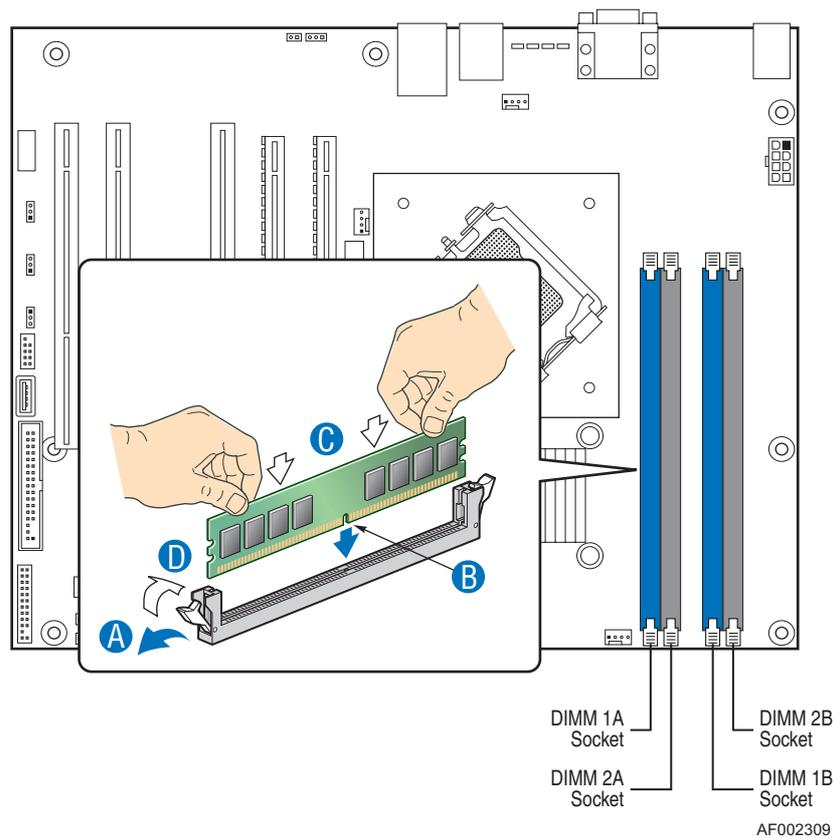

Figure 143: Extension de la mémoire
- Écartez les clips en plastique situés de chaque côté du connecteur du module de mémoire. Ce dernier s'éjecte du connecteur (cf. lettre 'A' dans la Figure 143). Ne touchez pas les "doigts" métalliques du module. Rangez le module dans un sac antistatique (disponible chez tous les revendeurs de matériel électronique) ou dans une boîte en carton.
- Alignez le nouveau module avec un connecteur vide. Assurez-vous que l'encoche du module coïncide avec celle du connecteur. Le module est conçu de telle sorte qu'il ne peut s'installer que d'une seule manière dans le connecteur (cf. lettre 'B' dans la Figure 143).
- Appuyez fermement sur le module pour l'insérer dans le connecteur (cf. lettre 'C' dans la Figure 143). Si vous rencontrez des difficultés pour l'installer, ne forcez pas ! Retirez-le délicatement, vérifiez que son encoche est bien alignée avec celle du connecteur et réinstallez-le.
- Assurez-vous que les clips de fixation situés de chaque côté du module se rabattent sur ce dernier (cf. lettre 'D' dans la Figure 143). Dans le cas contraire, retirez délicatement le module et réinstallez-le.